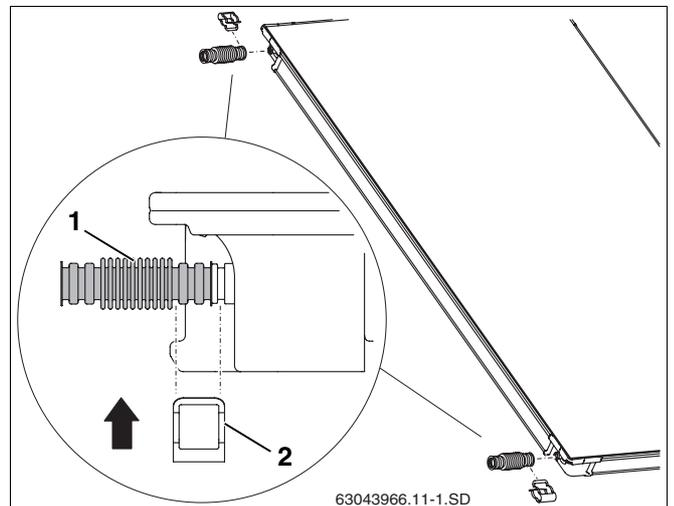

Fig. 48 Monter le connecteur du tube ondulé sur le premier capteur
- Glisser le connecteur (fig. 48, **pos. 1**) sur les raccords gauches du premier capteur.
- Glisser la bride de fixation (fig. 48, **pos. 2**) servant à sécuriser le raccordement, sur le connecteur du tube ondulé et le raccordement du capteur.